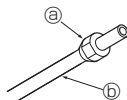

Fig. 5-5
5.2.3. Moeren bevestigen (Fig. 5-5)